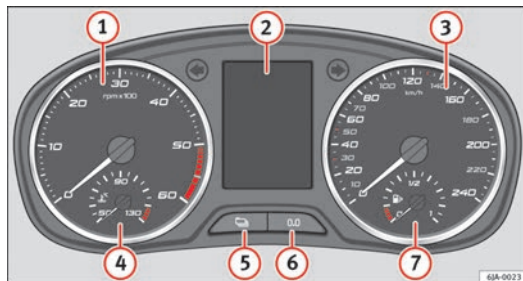

Fig. 31 Vista d'insieme della strumentazione
La parte rossa della scala del contagiri ① ⇒ fig. 31 ⇒ pagina 57 indica la zona in cui la centralina del motore inizia a limitare il regime del motore. La centralina del motore ha il compito di ridurre i giri a un limite di sicurezza.
L'indicatore della temperatura del liquido di raffreddamento  ⇒ fig. 31 ⇒ pagina 57 funziona solo ad accensione collegata.
L'indicatore del livello del carburante  ⇒ fig. 31 ⇒ pagina 57 funziona solo con l'accensione collegata.
Per azzerare il contachilometri giornaliero mantenere premuto il tasto  **⇒ fig. 31 ⇒ pagina 57.**
Il numero di chilometri e giorni restanti per l'ispezione Service è sempre visualizzabile ad accensione collegata premendo il tasto  **⇒ fig. 31 ⇒ pagina 57.**
L'azzeramento dell'indicatore degli intervalli di Service si esegue premendo il tasto **(6)** ⇒ fig. 31 ⇒ pagina 57.
L'orologio si regola tramite i tasti **(5)** e **(6)** ⇒ fig. 31 ⇒ pagina 57.